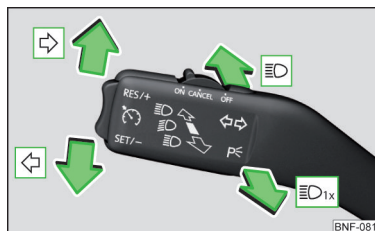

Fig. 38
Pozițiile manetei de operare » fig. 38
- Apăsați maneta până la capăt în poziția ☞ sau ☜ » fig. 38 la pagina 46.